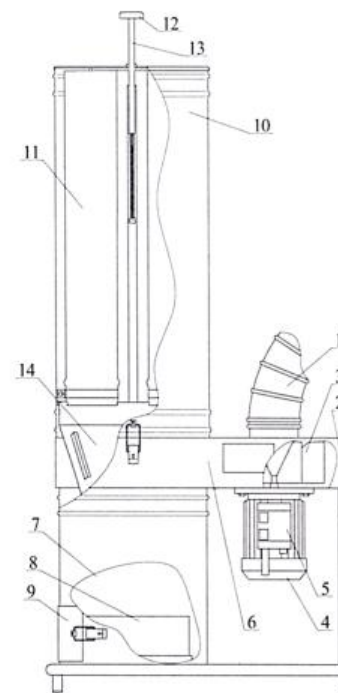

Рис. 2
5.3 Воздушный поток (см. рис.2) по воздуховоду 1 поступает в центральную часть улитки вентилятора 2, где вращающееся рабочее колесо 3 приводимое в действие электродвигателем 4, ускоряет поток и вводит его в корпус 6.